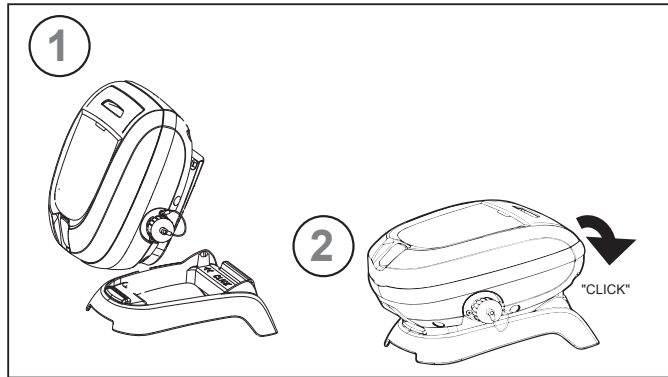

Figure 1. Conecte la base de la unidad de control
- **EE. UU.:** Según los requisitos de NEC®, mantenga la unidad de control por lo menos a (5) pies (1.5 m) del borde de la piscina. **CANADÁ:** Según los requisitos de CEC, mantenga la unidad de control por lo menos a tres (3) m (10 pies) del borde de la piscinal.
1. Asiente la unidad de control firmemente en la base de la unidad de control (Figure 1).